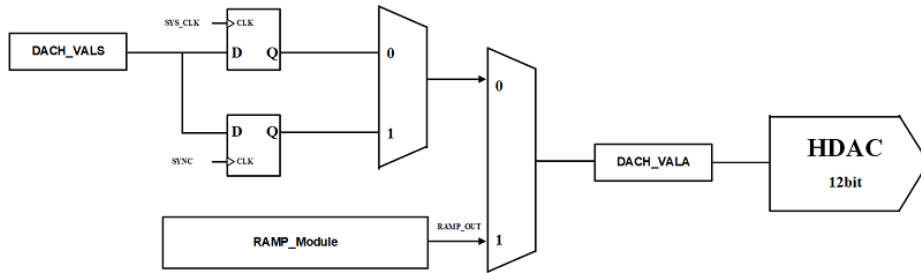

图 9-43 HDAC 结构框图
- HDAC 的输出电压的更新，支持两种模式：寄存器更新和斜坡模块控制更新，如图 9-43 : HDAC 结构框图所示。在寄存器更新模式中，可以通过时钟信号 SYS_CLK 或同步信号 SYNC 触发读取影子寄存器更新。斜坡模块的更新方式可参考斜坡模块配置。